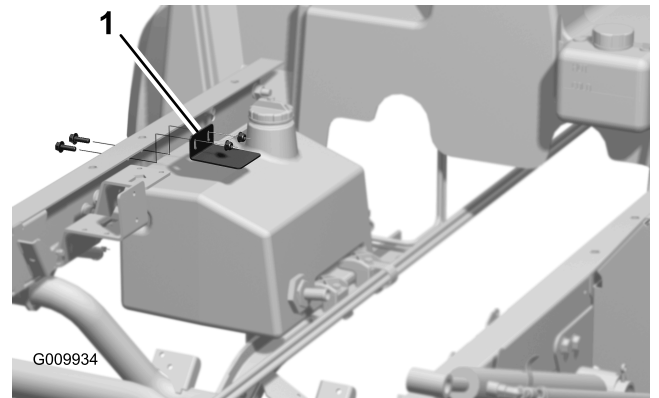

Figura 10
4. Instale provisionalmente la escuadra de sujeción del depósito en el canal izquierdo del bastidor con 2 tornillos con arandela prensada (5/16" x 1") y 2 tuercas con arandela prensada (5/16"), como se muestra en la Figura 10.